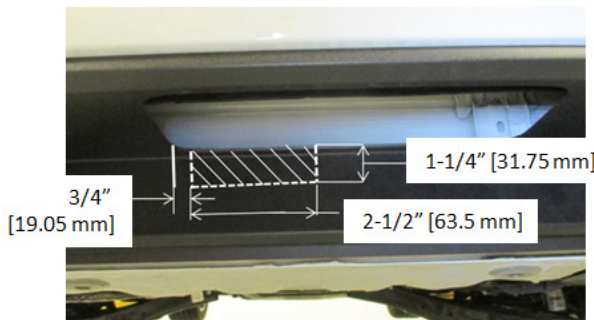

Figura 5
- Recortar la fascia:** Desde el borde de la abertura de la fascia, medir y marcar 3/4" [19.05 mm] por encima. Medir por encima 2-1/2" [63.5 mm] y 1-1/4" [31.75 mm] por debajo. Con cuidado recortar la fascia como se muestra en la figura 5.
9. Recortar la fascia: Desde el borde de la abertura de la fascia, medir y marcar $3/4"$ [19.05 mm] por encima. Medir por encima $2-1/2"$ [63.5 mm] y $1-1/4"$ [31.75 mm] por debajo. Con cuidado recortar la fascia como se muestra en la figura 5.